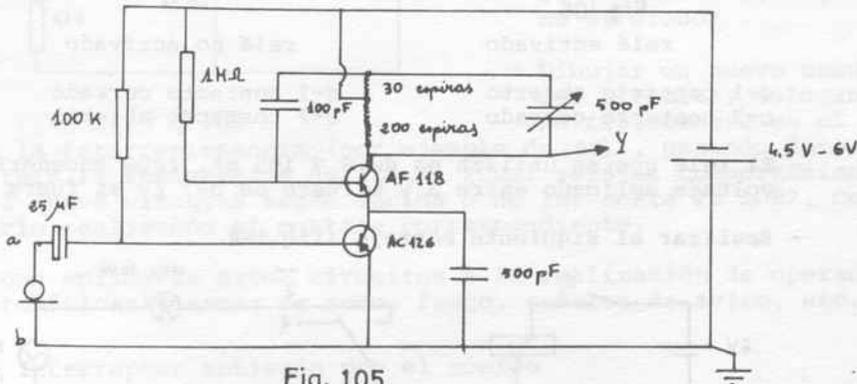

Fig. 105
P.1.- Montar el circuito adjunto (fig 105).